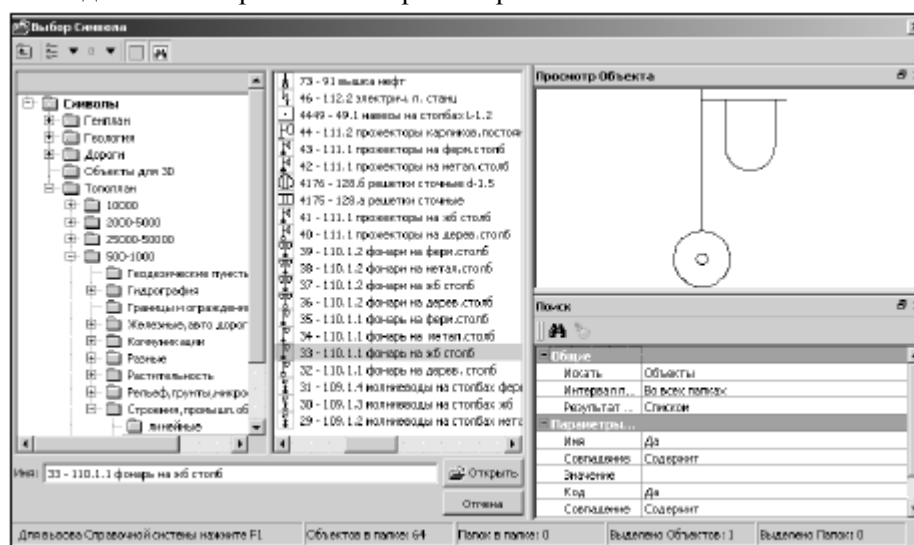

Рис. 6 Диалоговое окно классификатора
*Проект* — это совокупность хранящихся в базе данных модельных элементов, с помощью которых осуществляется структуризация данных объекта (рис. 6). Проект имеет набор свойств, для него определяются стили отображения элементов, условия отображения (видимости).